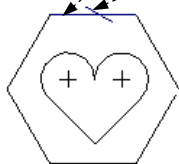

图 2.7.3 加亮重叠部分
Step2. 选择命令。单击 **草绘** 功能选项卡 **检查** 区域中的按钮，系统自动加亮图 2.7.3 所示的重叠的图元。